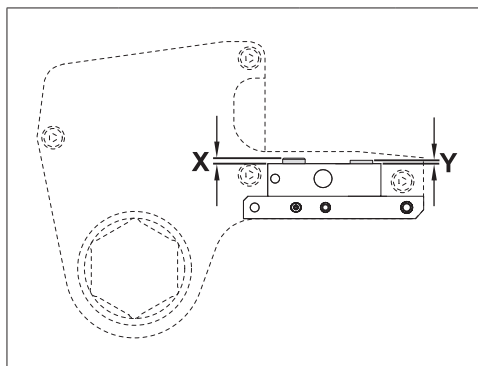

図21
- ・ ドライブユニット固定ピン(K10)とフェールセーフ固定ピン(K11)の高さが正しいか確認します。図21、寸法「X」と「Y」を参照してください。